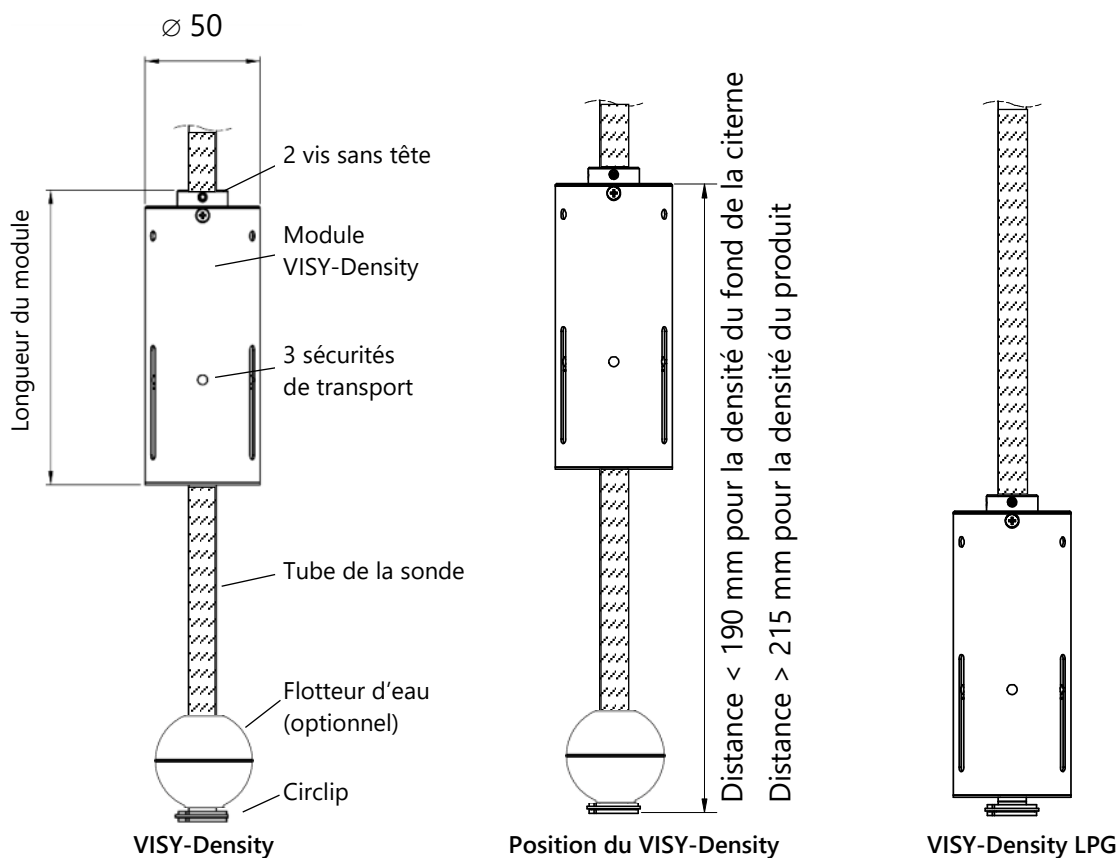

Figure 1 : VISY-Density et VISY-Density LPG
Selon la position du module VISY-Density sur le tube de la sonde, c'est la densité du produit ou la densité du fond de la citerne qui est déterminée (voir Figure 1).
- 8e Fixer le VISY-Density selon l'application prévue à l'aide des 2 vis sans tête à la hauteur correspondante sur le tube de la sonde (voir Figure 1 : VISY-Density et VISY-Density LPG) :
- 9e Fixer le VISY-Density selon l'application prévue à l'aide des 2 vis sans tête à la hauteur correspondante sur le tube de la sonde (voir Figure 1 : VISY-Density et VISY-Density LPG) :
- 4e Fixer le VISY-Density selon l'application prévue à l'aide des 2 vis sans tête à la hauteur correspondante sur le tube de la sonde (voir Figure 1 : VISY-Density et VISY-Density LPG) :